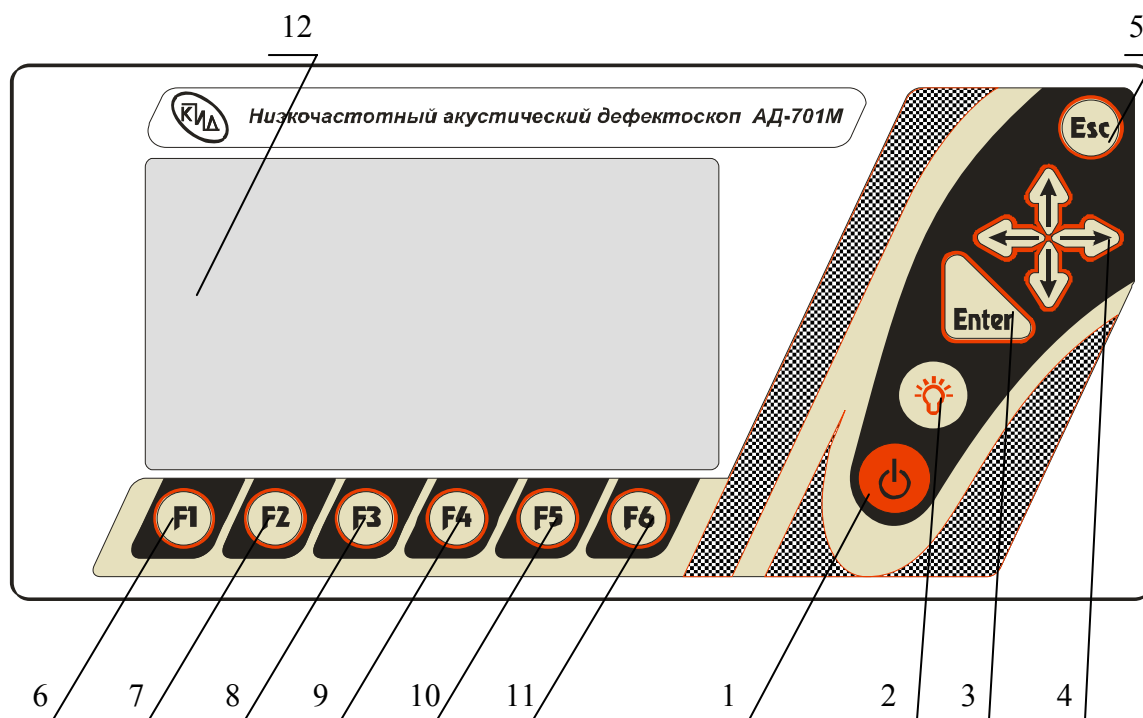

Рис. 4.3.1. Лицевая сторона электронного блока
4.3.1. Электронный блок дефектоскопа выполнен в металлическом корпусе. На лицевой стороне электронного блока расположены (рис. 4.3.1.):